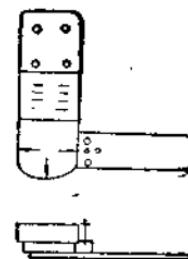

图 5
(3)为使固定栓的位置易于找正，可在截煤部机壳上刻三个固定箭头，在截盤基座上装一个定位針，打三个固定的位置事前找好，使他正对准机壳上的箭头，即是固定栓的位置，变截盤时，即将定位針装上，司机看得定位針對正就可以停止机器，然后打好固定栓，拆下定位針(图5)。